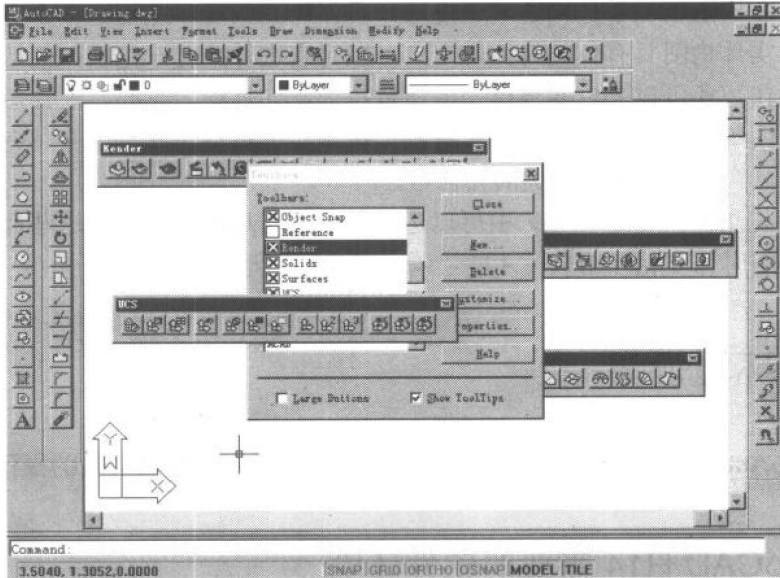

图 1-1 选取常用工具条
3. 用鼠标选中三维造型常用工具条【Render】(渲染)、【Solids】(实体造型)、【Surfaces】(表面造型)、【UCS】(用户坐标系), 屏幕上立刻显示出这四项工具条, 如图 1-1 所示。